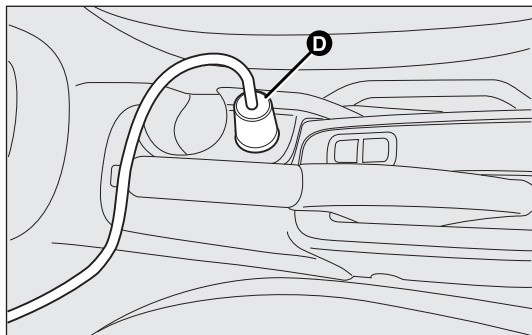
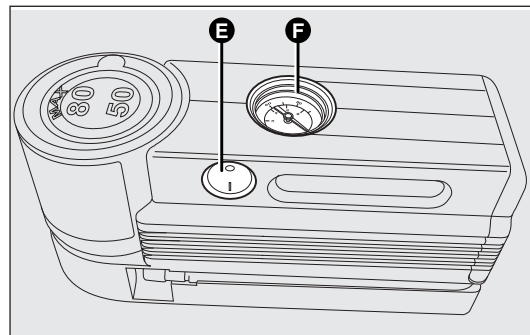

рис. 144
рис. 145
- ❑ убедиться, что выключатель E-рис. 145 компрессора находится в положении 0 (выключен), запустить двигатель, вставить вилку D-рис. 144 в электрическую розетку и включить компрессор путем приведения выключателя E-рис. 145 в положение I (включен). Накачать шину до показателя давления, которое указано в параграфе “Давление в холодных шинах” раздела “Технические характеристики”. Для получения более точных результатов рекомендуется проверить значение давления на манометре F-рис. 145 при выключенном компрессоре.